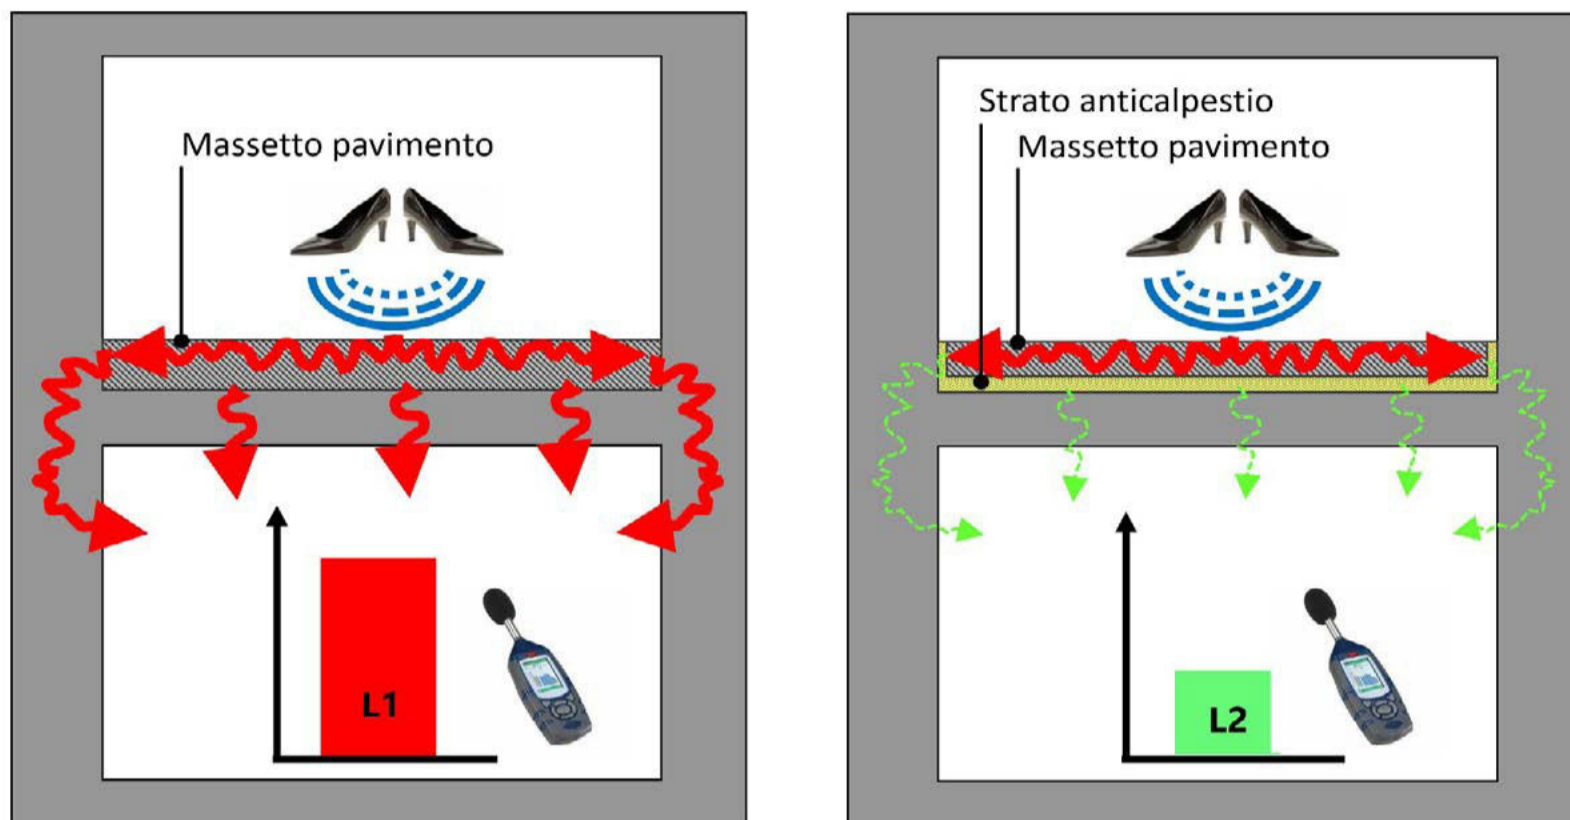

Figura 1.
**M**ettetevi comodi a casa vostra. Spegnete TV, radio e ogni altro macchinario. Vi capita di sentire il rumore di passi provenire dall'alloggio sovrastante del vostro vicino? A volte, anche in edifici recenti, si ha una percezione di colpi sordi, simili a dei tonfi come se il vicino corresse sui talloni. Questo avviene perché i comuni sistemi "anticalpestio" impiegati in edilizia attenuano le frequenze medio-alte, ma normalmente non riducono il passaggio delle basse frequenze. Un tipico sistema per limitare la trasmissione del rumore da calpestio dei solai si basa sul disconnettere il massetto su cui poggia la pavimentazione da tutto ciò che lo circonda, realizzando una vasca in materiale elastomerico, ovvero "morbido", che contiene l'intero massetto di pavimento, confinando (nei limiti del possibile) la vibrazione al solo massetto (Figura 1).